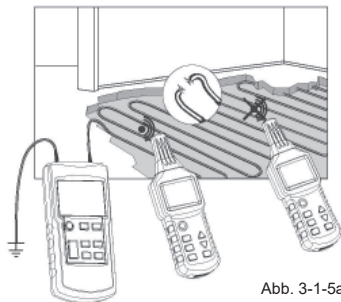

Abb. 3-1-5a
- Alle ungenutzten Leitungen müssen wie in Abb. 3.1.5a dargestellt an die Hilfserde angeschlossen sein.